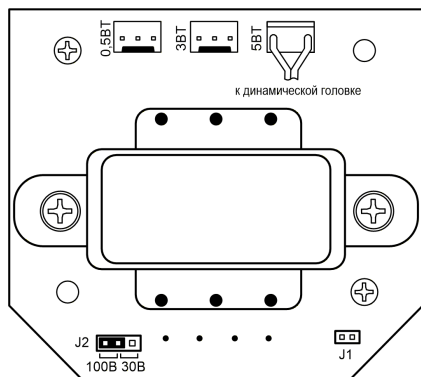

Рисунок 3 – Плата оповещателя
4.1 Конструктивно оповещатель состоит из крышки и основания. На основании установлены плата АС и динамическая головка. Динамическая головка подключается к плате АС через один из трех разъемов: «0,5ВТ», «3ВТ», «5ВТ» (см. рис. 3) в зависимости от требуемой мощности (в заводских настройках используется разъем «5ВТ»).
АС поставляется с разомкнутой перемычкой J1. В оповещателе, установленном последним на линии оповещения, нужно замкнуть перемычку J1 (входит в комплект поставки). В остальных АС она должна быть разомкнута (см. рис. 3 и 4).
Перемычка J2 (рис. 3) предназначена для выбора напряжения входного сигнала 100 В или 30 В (поставляется с замкнутым положением «100В»).